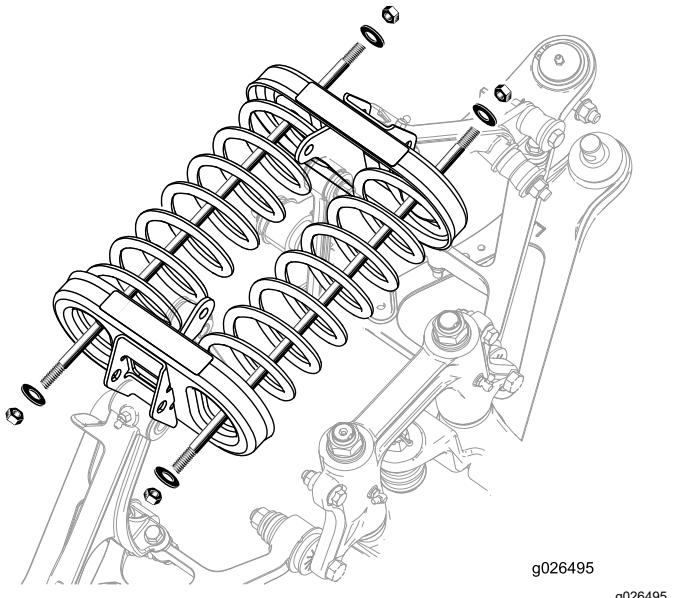

Figura 19
- Instale las tuercas y las arandelas en ambos extremos de la varilla (Figura 19).
- Apriete una de las tuercas de cada varilla para sujetar los muelles (Figura 19).